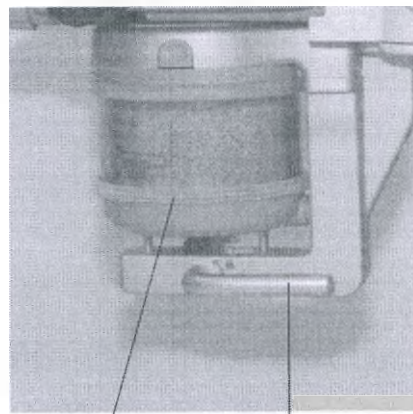

РИС. 7-20 Канистра с поглотителем, заблокирована
6. С учетом предыдущего **предостережения** добавьте в канистру новый поглотитель Рге-Рак или сыпучий поглотитель. Установите канистру в блок поглотителя. Поверните рукоятку механизма фиксации по часовой стрелке в закрытое положение, как показано на РИС. 7-20. Перед использованием после очистки и дезинфекции включите систему и, следуя появляющимся на экране подсказкам, выполните проверку на утечку и растяжение. См. раздел 4.5 (параграф 4-9) «Проверки на утечку и растяжимость».